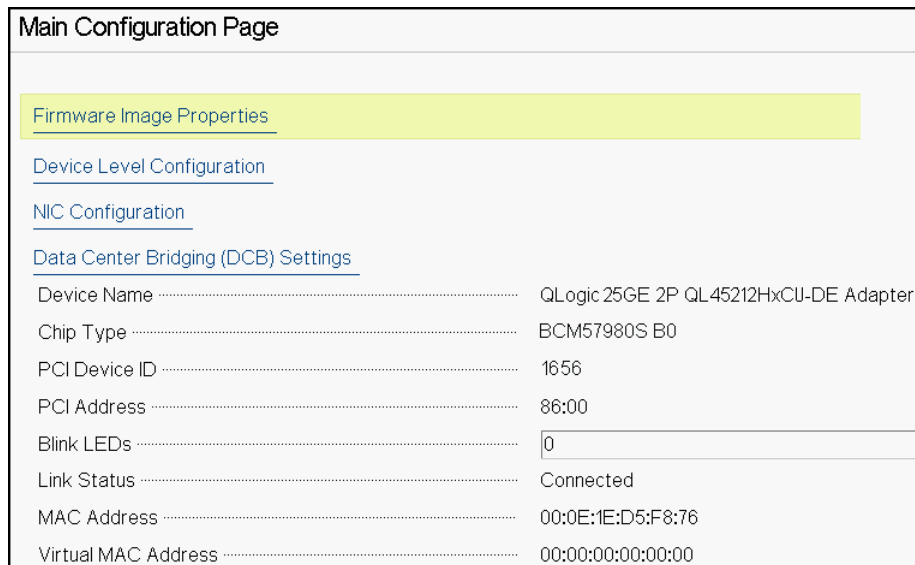
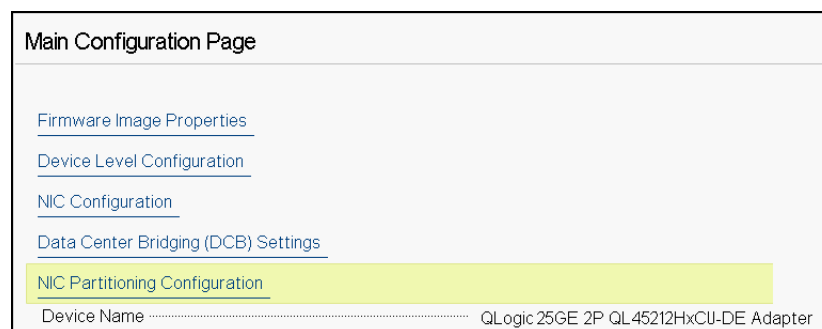

Figura 5-3. Main Configuration Page (Página de configuración principal)
Figura 5-4. Main Configuration Page (Página de configuración principal), establecer el modo de particionamiento en NPAR
- En **Device Level Configuration** (Configuración de nivel del dispositivo), establezca el **Partitioning Mode** (Modo de particionamiento) en **NPAR**, para agregar la opción **NIC Partitioning Configuration** (Configuración del particionamiento NIC) a la página de configuración principal, tal y como se ve en la Figura 5-4.
En las ilustraciones Figura 5-3 y Figura 5-4, la página de configuración principal muestra lo siguiente:
1. En la página de configuración principal (Figura 5-3 en la página 44), seleccione **Device Level Configuration** (Configuración de nivel del dispositivo) y, a continuación, haga clic en **Finish** (Finalizar).
1. En la página de configuración principal, seleccione **NIC Configuration** (Configuración NIC) (Figura 5-3 en la página 44) y, a continuación, haga clic en **Finish** (Finalizar).